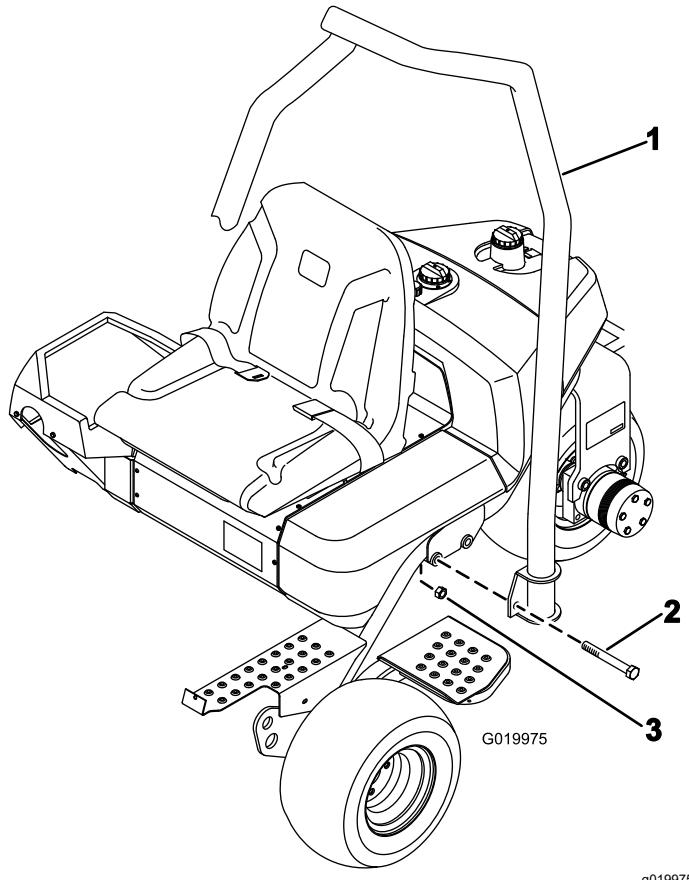

Bild 4
1. Positionieren Sie den Überrollbügel so, dass die Oberseite des Rohrs zur Vorderseite der Maschine gekrümmmt ist (Bild 4).
2. Senken Sie den Überrollbügel auf den Rahmen ab und fluchten ihn mit den Befestigungslöchern aus (Bild 4).
3. Befestigen Sie jede Seite des Überrollbügels mit zwei Schrauben ($\frac{5}{8}$ " x 4½") und Sicherungsmuttern am Rahmen, wie in Bild 4 abgebildet.